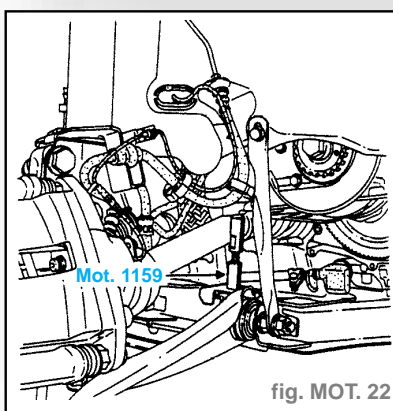

fig. MOT. 22
- Monter le **Mot. 1159** sous la pompe à huile (fig. MOT. 22).